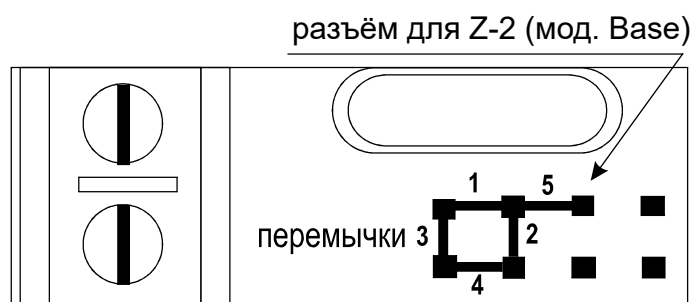
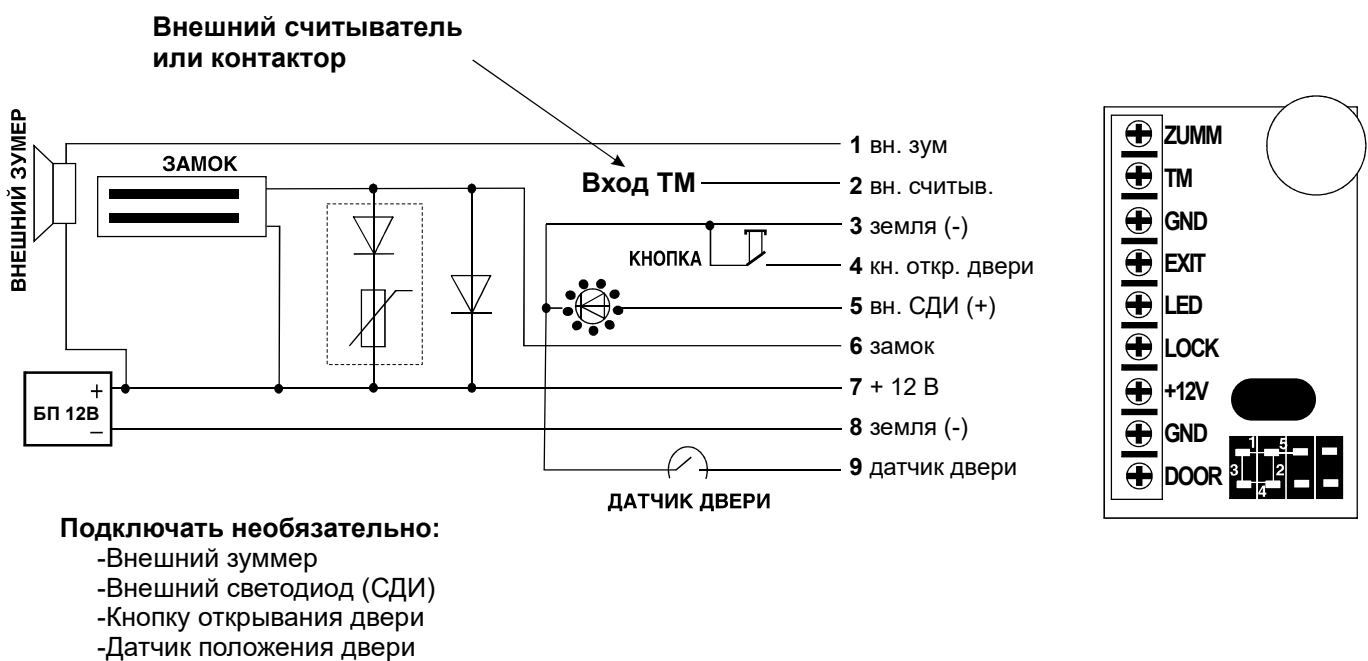

Рис. 3 Положение переключки
Рис. 5 Подключение внешних устройств
В комплект поставки контроллера Z-5R входит перемычка, которая используется для программирования контроллера (всего пять положений) (см. рис.3).
Для уменьшения этой зависимости в контроллер встроена схема гашения тока, которая превращает «лишнюю» энергию в обмотке замка в тепло, что существенно сокращает время срабатывания замка. Однако возможности схемы не безграничны, и при трафике более 25 проходов за 5 минут она может выйти из строя из-за перегрева. Для защиты схемы гашения тока для таких точек прохода необходимо установить шунтирующий диод параллельно обмотке замка. После этого время срабатывания (открывания) электромагнитного замка может возрасти на 1-3 секунды по сравнению с работающей схемой гашения тока. Если такое увеличение времени неприемлемо, то рекомендуется последовательно с диодом установить варистор на напряжение до 14 вольт и рассеиваемой энергией от 0,7 Дж (рекомендуется V8ZA2P) (см. Рис.5).
4. Установите защитный диод (см. Рис.5). В случае, если замок электромеханический, установите переключку в положение 1 (см. рис.3).